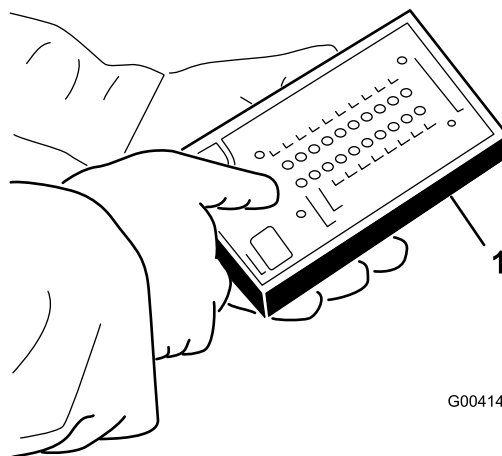

Figura 28
5. Collegare il connettore del display Diagnostic ACE al connettore del cablaggio preassemblato (Figura 28).